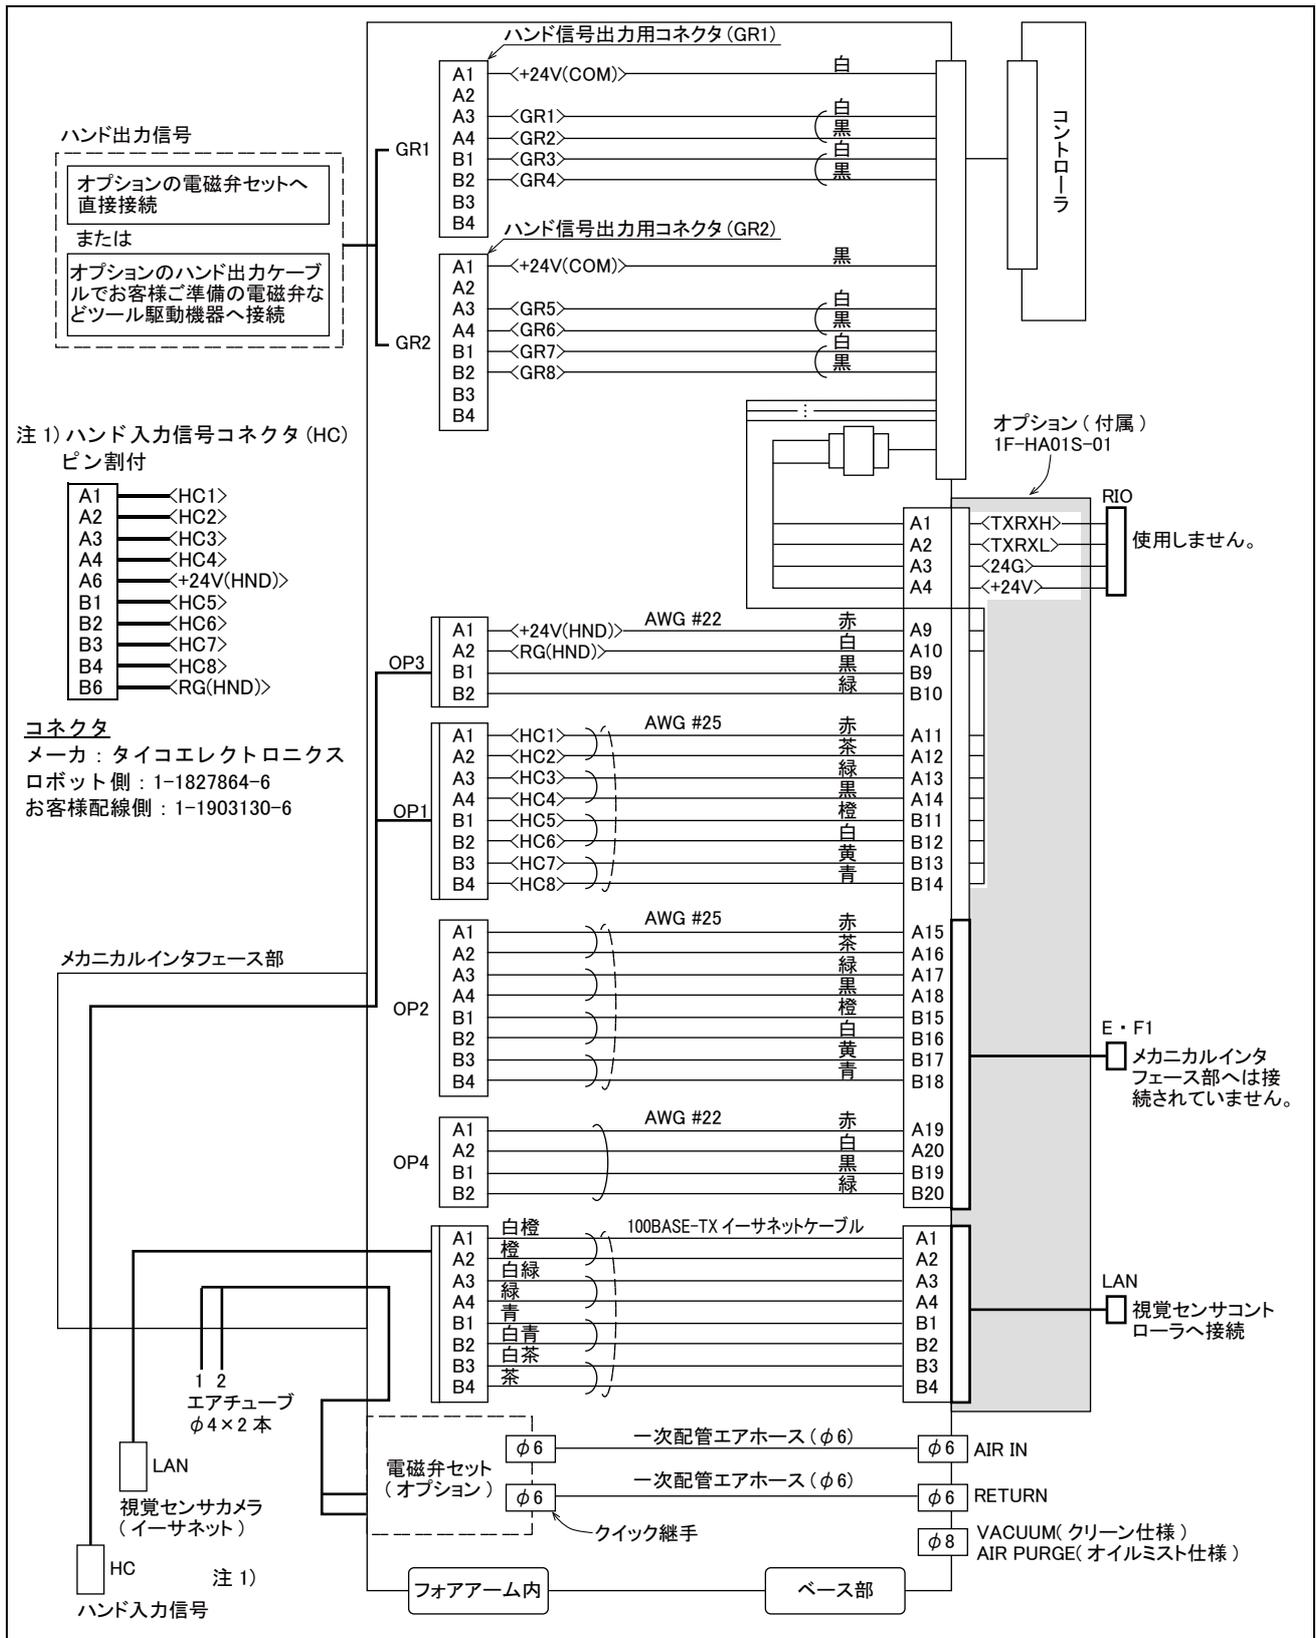

図 2-38 : ハンド用配線と配管系統図とバルブ取付例 : RV-4FR/7FR/13FR シリーズ SH05
- \*3) ハンド入力ケーブル (HC) のピンサインは、図 2-38 を参照願います。